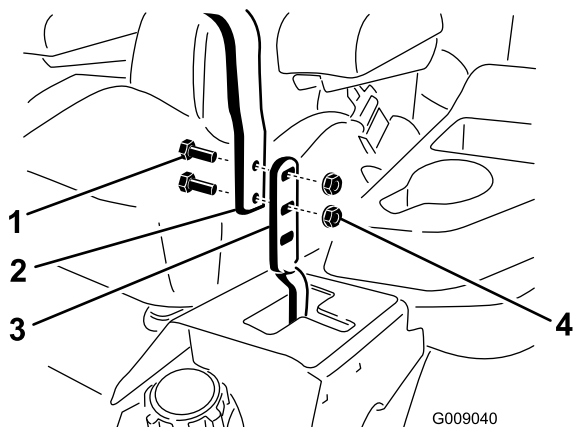

Figura 85
3. Desaperte os parafusos e as porcas flangeadas instalados nas alavancas (Figura 85).
4. Alinhe as alavancas da frente para trás ao unir as alavancas na posição de PONTO-MORTO e deslize até ficarem alinhadas, a seguir, aperte os parafusos (Figura 85).